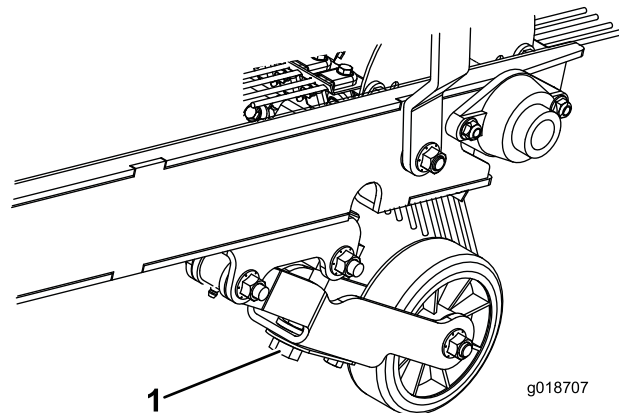

图10
2. 旋转深度调节螺栓，直至搂耙可以轻轻接触到草坪草的顶部。如果安装了清扫机，清扫机应与草坪表面轻轻接触。当清扫机运转时，表面接触宽度应该是整个清扫机长度的约 25mm 宽（图10）。